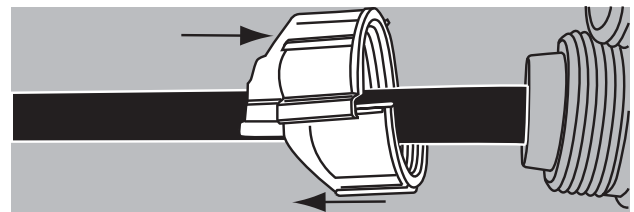

FIGURA 11
11. Seleccione la tapa apropiada que se separa en dos, las grandes para cable expreso las de menos tamaño para cable de acometida. Colóquelas sobre el cable y una las mitades. (Figura 11)